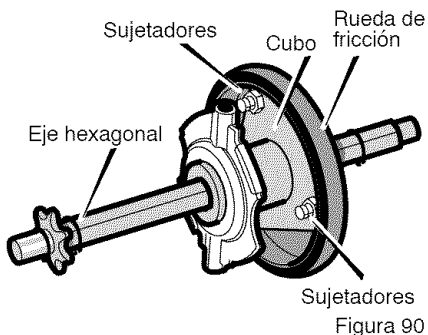

Figura 90
11. Quite los tres **sujetadores** que retienen la **rueda de fricción** en el **culo** (Figura 90).